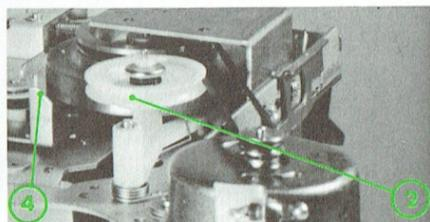

Fig. 4
- a) - placer la partie (A) du ressort (3) en butée contre l'ergot (6) de la platine (9).
- b) - Replacer le volant (4) et la roue intermédiaire (2) comme indiqué à la figure 4.
- c) - Libérer la partie (A) du ressort (3) de l'ergot (6).
- 7° - Après remontage procéder au réglage du jeu axial du volant (4) (voir chapitre IV CONTROLES ET REGLAGES MECANIKES).